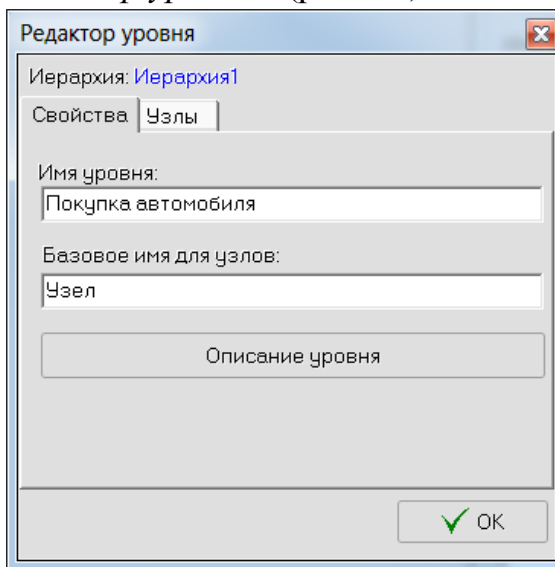

Рис. 15. Окно «Редактор уровня»
8. Появится окно «*Редактор уровня*» (рис. 15).